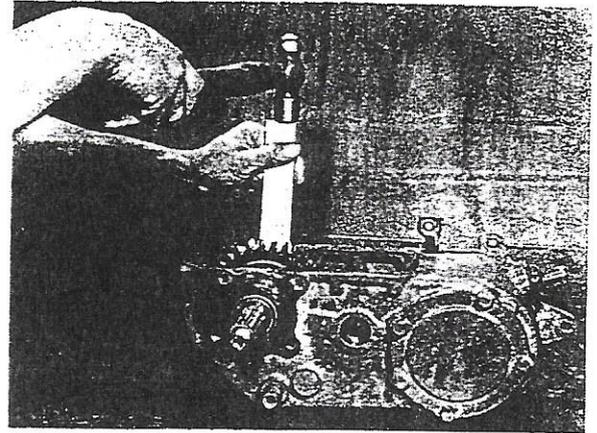
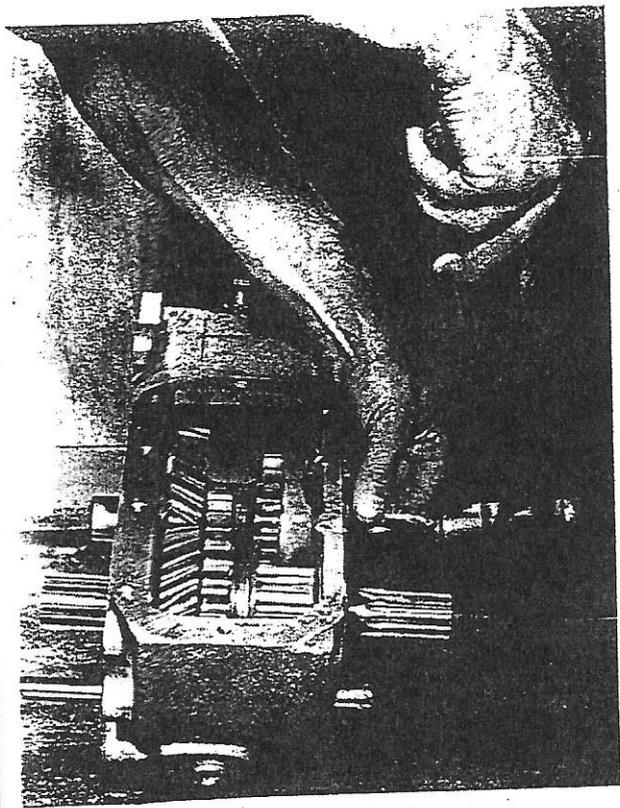

Fig. 53 - Cunha para desmontagem da pista do rolamento.
Fig. 54 - Desmontagem da pista do rolamento.
- i) Utilize um maço de plástico para bater contra o extremo dianteiro do eixo de saída a fim de sacar o casquilho do rolamento traseiro da caixa. Utilize a ferramenta especial, como se ilustra na fig. 53, para remover com uma cunha o conjunto do rolamento dianteiro e sacá-lo do seu assentamento sobre o eixo. Coloque a ferramenta especial, fig. 54, sobre o eixo de saída, entre o rolamento dianteiro e a engrenagem do eixo de saída. Com um maço bata com o extremo traseiro do eixo de saída para sacar da caixa a pista do rolamento dianteiro. Afrouxe a anilha elástica e deslize-a para diante sobre o eixo. Saque o eixo através da parte traseira da caixa. Ao extrair o eixo as engrenagens, a anilha elástica e a anilha de tampo permanecerão na caixa e podem ser sacados a partir do fundo. Retire do eixo o conjunto do rolamento traseiro, batendo o extremo do eixo levemente contra um bloco de madeira.